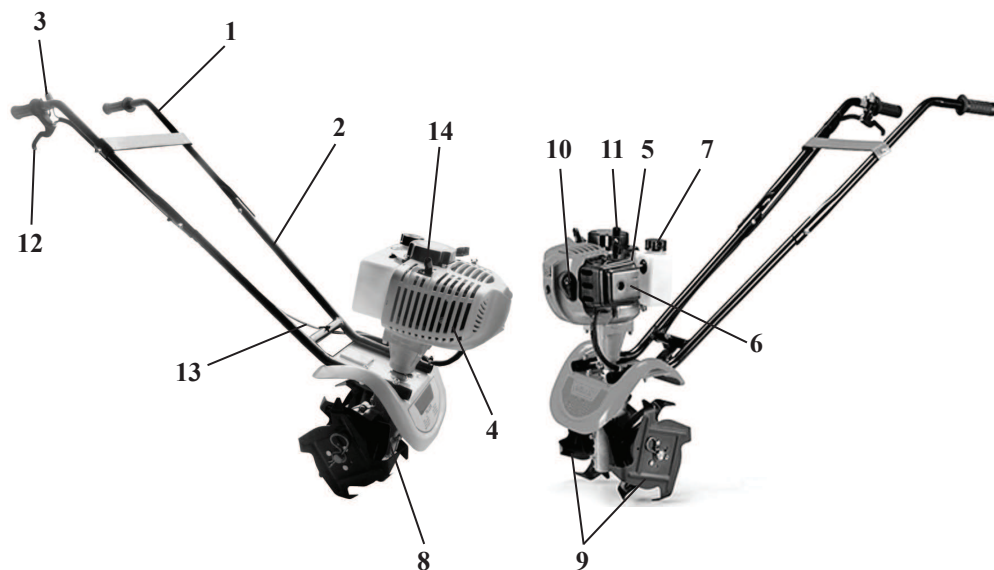
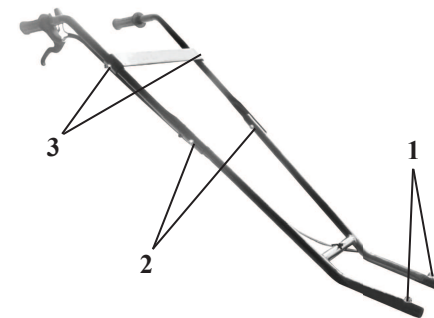

рис.1
рис. 2
Общий вид культиватора схематично представлен на рис.1
6.1 Распаковка. При распаковке культиватора соблюдайте осторожность, чтобы не повредить тросик управления дроссельной заслонкой (рис. 1 поз. 13) .
6.2 Установите нижнюю часть рулевого управления (рис. 1 поз. 2) на основание культиватора и зафиксируйте винтами (рис. 2 поз 1) .
6.3 Установите верхнюю часть рулевого управления (рис. 1 поз. 1) на нижнюю часть и зафиксируйте винтами (рис. 2 поз. 2)
6.4 Установите соединительную планку на верхней части рулевого управления и зафиксируйте винтами (рис. 2 поз. 3)
6.5 Подготовьте тросик управления дроссельной заслонкой (рис. 1 поз. 13). Вытяните его по всей длине, убедитесь что он не запутан. Протяните его по правой стороне нижней и верхней рукоятке и закрепите на рычаге управления дроссельной заслонкой (рис. 1 поз. 12).